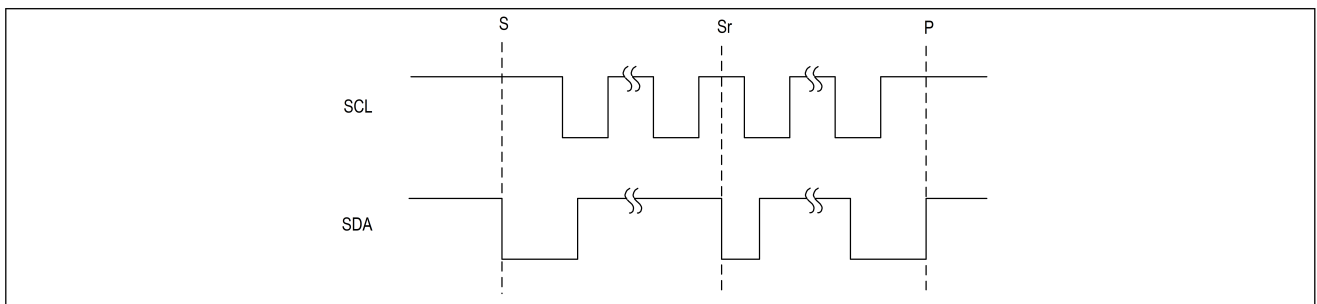

図 36. I²C の START、STOP、および REPEATED START 条件
I²C を使って MAX20360 に書き込みを行うときは、マスタが START 条件 (S) を送信し、更に MAX20360 の I²C アドレスを送信します。マスタは、このアドレスの後にプログラム対象となるレジスタのアドレスを送信します。更にマスタは、バスの制御を放棄するための STOP 条件 (P) か、別の I²C スレーブと通信するための REPEATED START 条件 (Sr) を発行することによって通信を終了します。図 36 を参照してください。